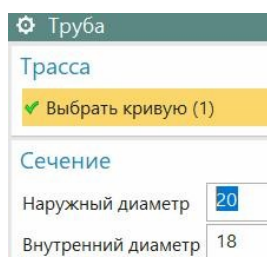
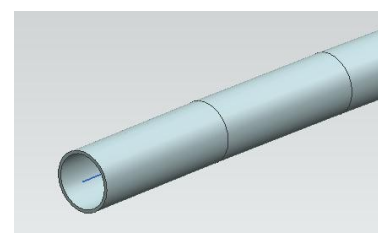

рис.14
рис.15
- В открывшемся диалоговом окне команды следует указать направляющий контур, и задать внешний и внутренний диаметры трубы (рис.14). Результат построения показан на рис.15.